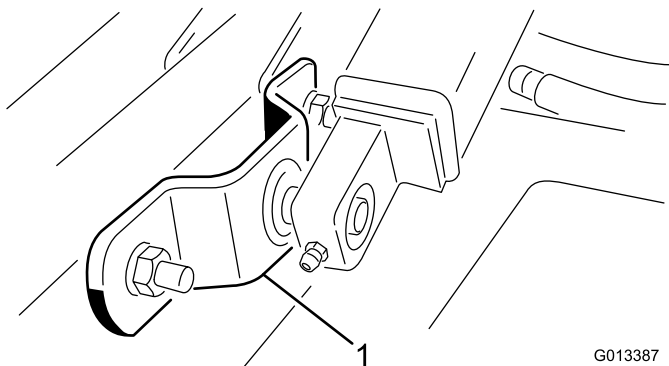

Bild 8
11. Entfernen Sie die Schrauben, Scheiben und Sicherungsmuttern, mit denen jede Hubarmbefestigung an den Laufarmrohren des Mähwerks befestigt sind (Bild 8).